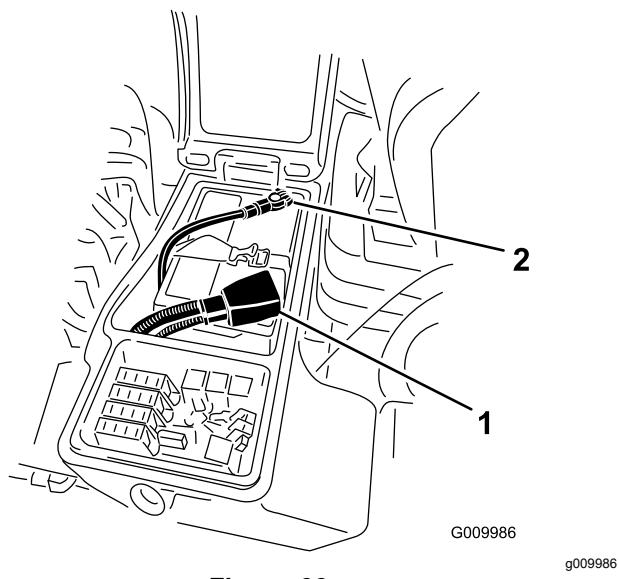

Figura 66
- Retire el cable negativo (negro) del terminal negativo (-) y el cable positivo (rojo) del terminal positivo (+) de la batería (Figura 66).
6. Conecte el cable positivo (rojo) al borne positivo (+) y el cable negativo (negro) al borne negativo (-) de la batería (Figura 66).